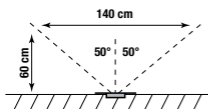

fig.2
b. Zone de détection horizontale et verticale (fig.2)